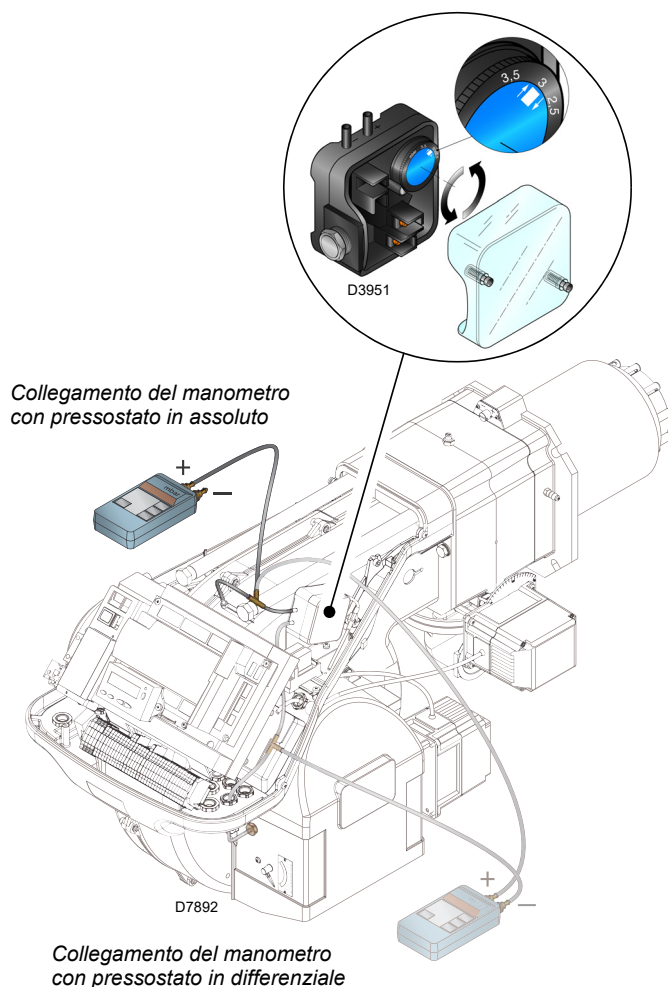

Fig. 31
- Regolare il pressostato aria (Fig. 31 a pag. 31) ad inizio scala.
Eseguire la regolazione del pressostato aria (Fig. 31) dopo aver effettuato tutte le altre regolazioni del bruciatore con il pressostato aria regolato a inizio scala.
Il collegamento del manometro è riportato in Fig. 31. La configurazione standard è quella del pressostato aria collegato in assoluto. Si noti la presenza di un collegamento a "T" non fornito.
In questo caso anche il manometro deve essere collegato in differenziale, come indicato in Fig. 31.